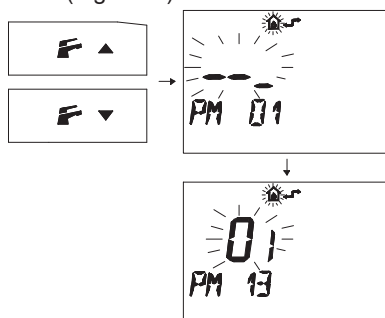

Fig. 5.50
- Pulse los botones o para visualizar la programación "PM 13" modo bomba (Fig. 5.50).